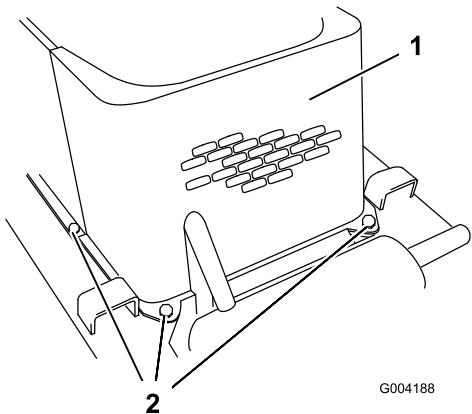

Bild 27
5. Nehmen Sie die vier Schrauben ab, mit denen das vordere Gitter am Rahmen der Zugmaschine befestigt ist (Bild 27).